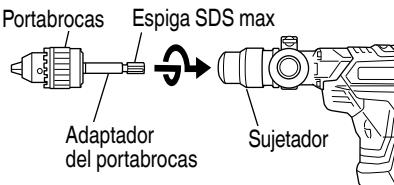

Fig. 23
- (2) Fijación del adaptador para portabarrenas al portabarrenas (Fig. 23)